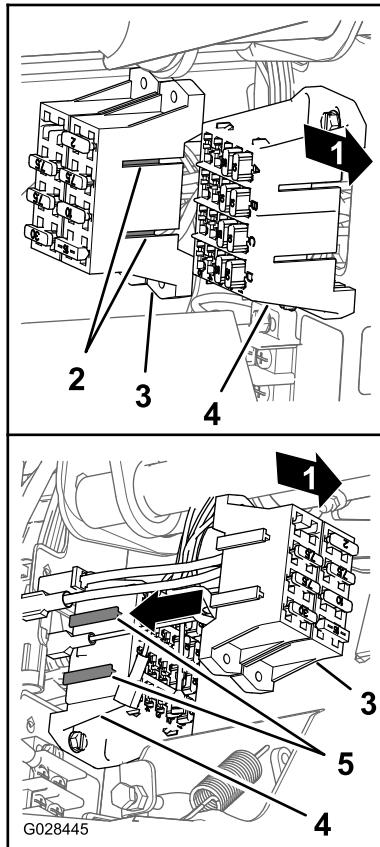

Figura 26
4. Alinhe as uniões em T no bloco de fusíveis do pulverizador com as ranhuras em T do bloco de fusíveis da máquina e deslize o bloco de fusíveis do pulverizador para as ranhuras até que o bloco de fusíveis esteja totalmente encaixado (**Figura 26**).